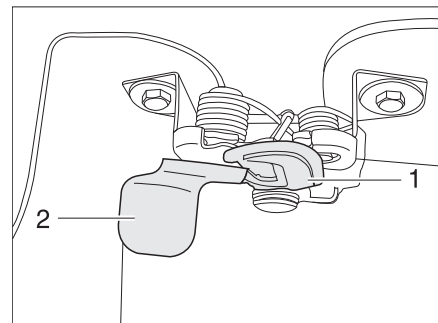

Bild 36 Entriegelungshebel Motorhaube außen
- Mit einer Hand unter die Motorhaube greifen und den Sicherungshaken (Bild 36,1) betätigen. Dazu hinter die Platte (Bild 36,2) greifen und die Platte nach vorn ziehen.